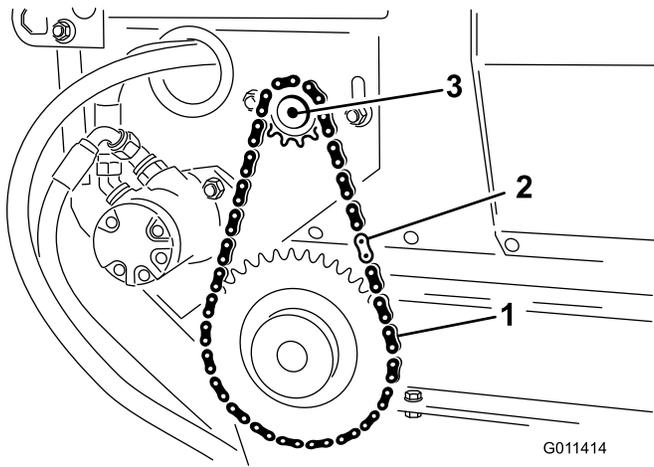

図 30
2. チェーンのマスタールリンクを外し、小さい方のスプロケットからチェーンを外す (図 30)。